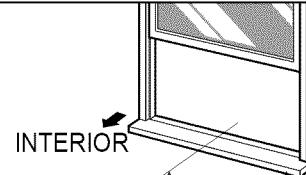

FIG. 6
**3** Marque el centro del antepecho con un lápiz como se muestra en la FIG.6.